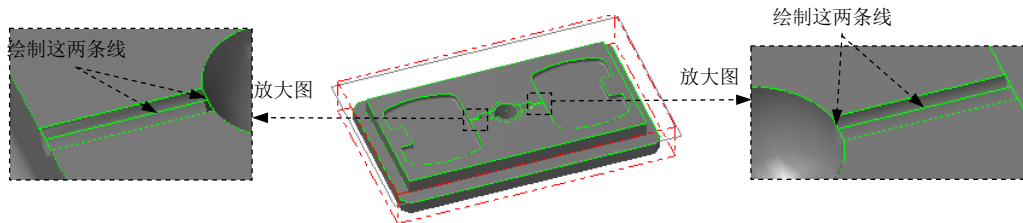

图 20.59 绘制边界
Step1. 绘制边界。选择下拉菜单 **绘图(C)** → **线(L)** → **绘制任意线(E)...** 命令, 绘制图 20.59 所示的 4 条直线。
Step2. 选择下拉菜单 **刀具路径(T)** → **外形铣削... (C)...** 命令，系统弹出“串连选项”对话框。
Step3. 设置加工区域。在图形区中选取图 20.59 所示的边线（即 Step1 中所绘制的两条较长的直线），系统自动选取图 20.60 所示的边链。单击 按钮，完成加工区域的设置，同时系统弹出“2D 刀具路径-外形铣削”对话框。